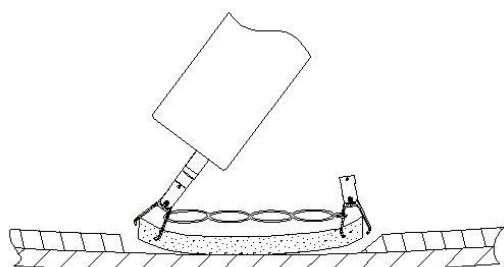
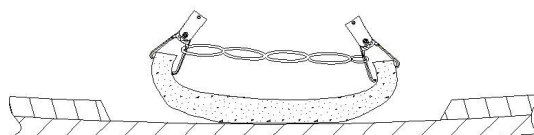

Fig. 5
Fig. 6
10. Uma vez que o braço/mandíbula/projeção do grampo endoscópico tenha atravessado ou ficado preso no laço distal do anel elástico, pode ser posicionado corretamente para ficar preso no tecido de modo a fornecer a tração/contra-tração/triangulação desejada. Assim que o grampo endoscópico ficar preso no tecido-alvo e ligado ao anel elástico do grampo primário, é retirado do conjunto do cateter, de acordo com o passo 7 acima (Fig. 5 e Fig. 6). À medida que o tecido alvo é cortado e libertado da sua posição, a tensão do laço que liga os dois grampos levanta as abas de tecido para expor o tecido subjacente e os ângulos de corte adequados de modo a facilitar o processo de ressecção.